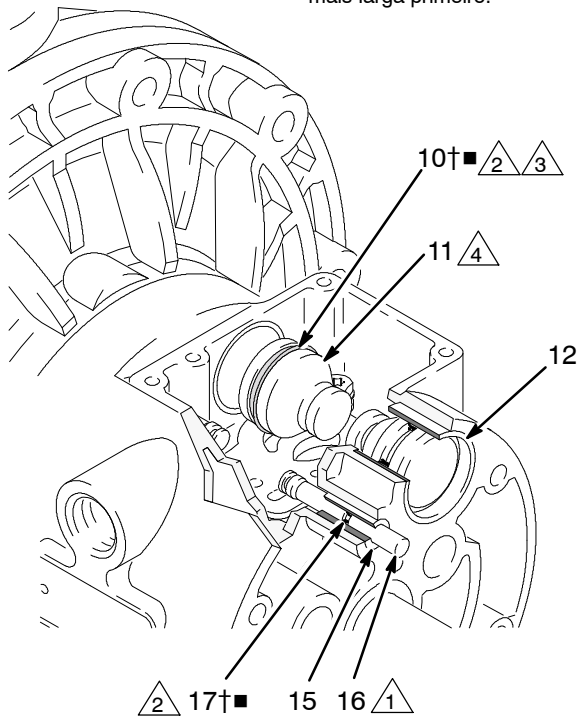

Fig. 9
4. Puxe os dois pistões do interruptor (11) para fora dos rolamentos (12). Remova os recipientes do retentor (10†) a partir dos pistões. Puxe os dois pistões piloto (16) para fora dos rolamentos (15). Remova as juntas tóricas (17) dos pistões piloto. Ver Fig. 9.
6. Inspeccione os rolamentos (12, 15) no lugar. Ver Fig. 9. Os rolamentos são cônicos e, se estiverem danificados, têm de ser removidos a partir de fora. Isto requer a desmontagem da seção de líquido. Ver páginas 23.
4. Instale uma junta tórica (17†■) em cada pistão piloto (16). Lubrifique os pistões e as juntas tóricas. Insira os pistões nos rolamentos (15), a parte **estreita** primeiro. Ver Fig. 9.
5. Instale o recipiente do retentor (10†■) em cada interruptor do pistão (11), para que os rebordo do recipiente fique virado para a parte **estreita** dos pistões. Ver Fig. 9.
6. Lubrifique o recipiente do retentor (10†■) e o interruptor dos pistões (11). Insira o interruptor dos pistões nos rolamentos (12), com a parte **larga** primeiro. Deixe a parte mais estreita dos pistões exposta. Ver Fig. 9.